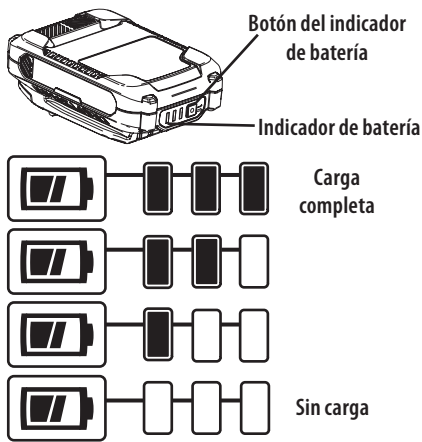

Figura 34
1. Presione el botón del indicador de batería en la parte delantera del paquete de baterías para controlar el nivel de carga (Figura 34 a la página 41):